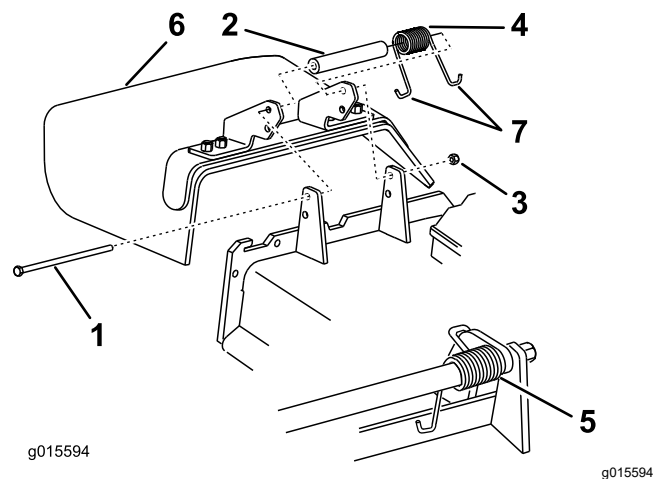

Figura 121
Nota: Verificate che un'estremità a J della molla si trovi dietro il bordo del piatto di taglio prima di montare il bullone, come illustrato in Figura 121.
6. Infilate un'estremità a J della molla attorno al deflettore di sfalcio (Figura 121).
1. Togliete il dado di bloccaggio, il bullone, la molla e il distanziale che fissano il deflettore alle staffe orientabili del tosaerba (Figura 121).
2. Togliete il deflettore di sfalcio se è danneggiato o consumato (Figura 121).